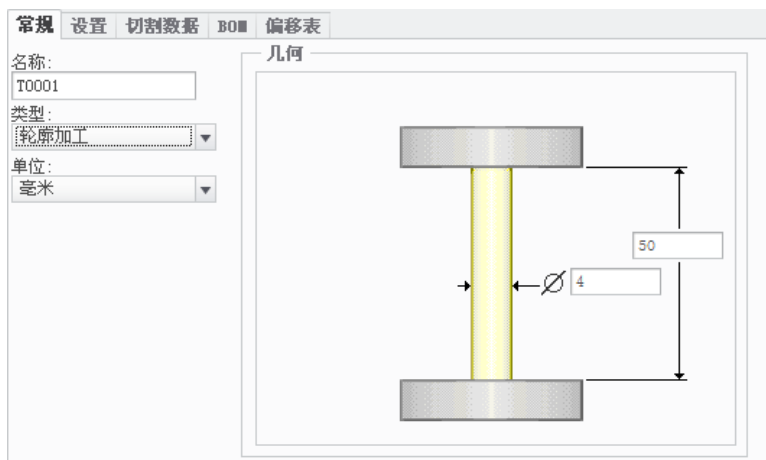

图 6.2.8 “刀具设定”对话框
Step3. 在“刀具设定”对话框 **常规** 选项卡中设置图 6.2.8 所示的刀具参数，依次单击 **应用** 和 **确定** 按钮，完成刀具的设置。此时系统弹出编辑序列参数“轮廓加工线切割”对话框。